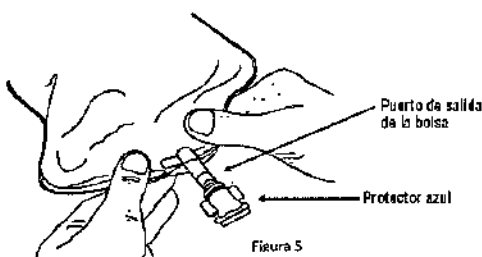

Figura 5
1. Visualizar el protector en el puerto de salida de la solución de diálisis y el puerto de inyección para medicamentos . Doblar hacia abajo el puerto de inyección para medicamentos en la bolsa para que sea posible el perfecto posicionamiento de la Pinza em el puerto de salida de solución Dianeal. Ver Figura 5.